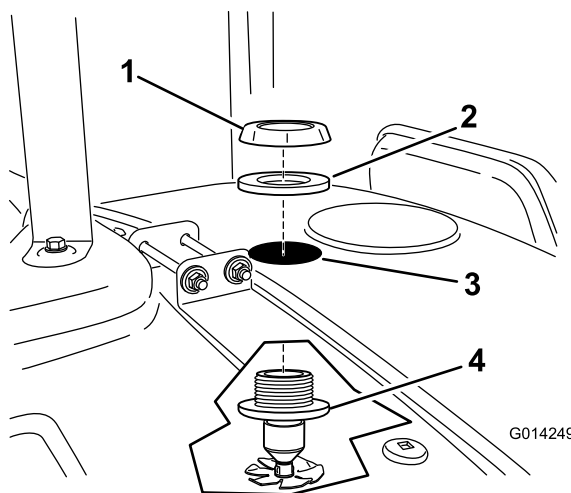

图17
7. 将喷嘴组件向上穿过刚才钻的孔（图17）。
8. 将垫片和塑料凸缘螺母拧在药缸顶部隔板外露的螺纹上（图17）。确保密封件正确固定在塑料螺母和药缸表面之间。